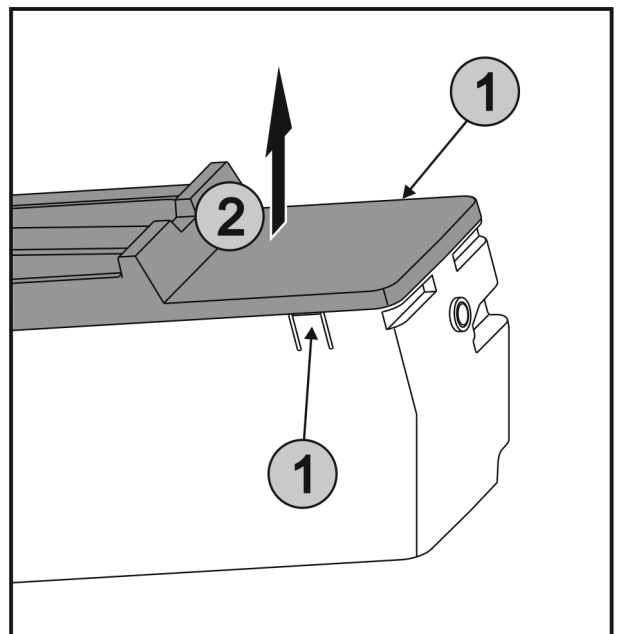

Fig. 39
► Appuyer simultanément sur les languettes Fig. 39 (1) des deux côtés de l'EasyTwist-Ice et retirer le couvercle Fig. 39 (2) vers le haut.